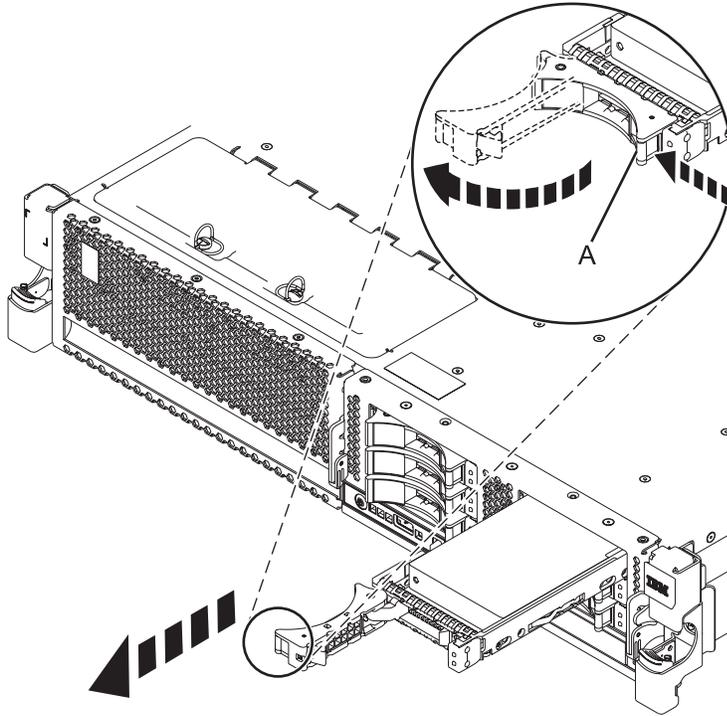

Figura 39. Extracción de una unidad de disco del sistema
1. Desbloquee el asa de la unidad de disco o de la unidad de estado sólido ejerciendo presión y tirando de ella hacia usted, como se muestra en Figura 39 en la página 63.